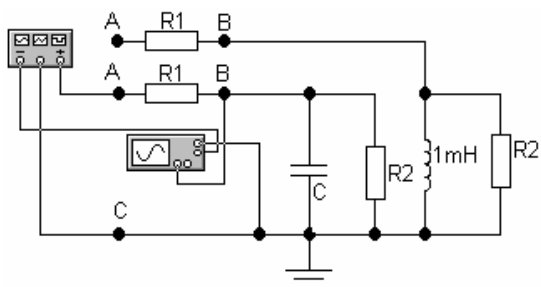

Рис.4
2. Исследовать переходные процессы в RC и RL цепях на лабораторном стенде по схеме, приведенной на рис.4.